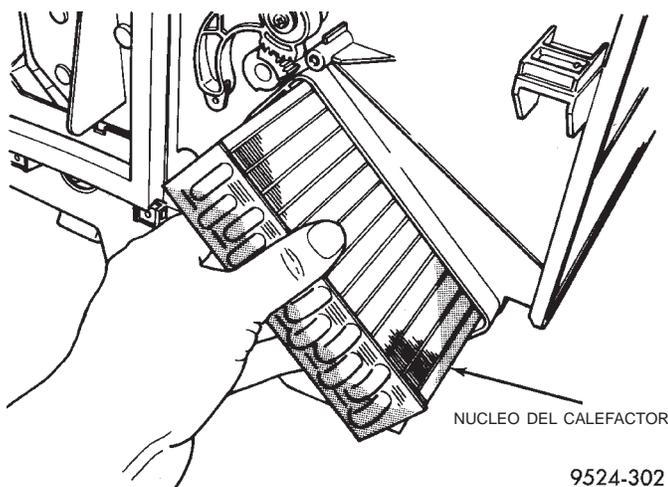

Fig. 95 Deslice el núcleo para extraerlo
(25) Deslice el núcleo del calefactor para extraerlo de la caja del calefactor (Fig. 95).